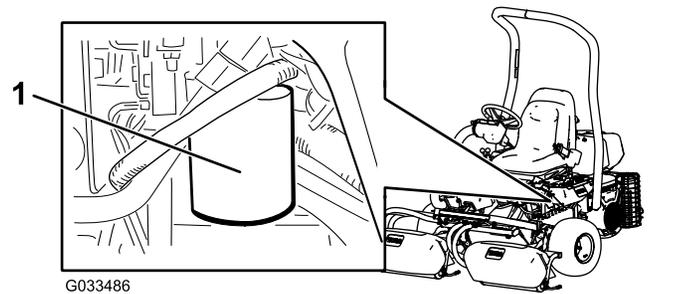

Figure 51
2. Retirez les boulons qui fixent la plaque de protection du vérin de levage que vous réglez aux supports du châssis (Figure 51).
1. Nettoyez la zone autour de la surface de montage du filtre gauche (Figure 51). Placez un bac de vidange sous le filtre et enlevez le filtre.